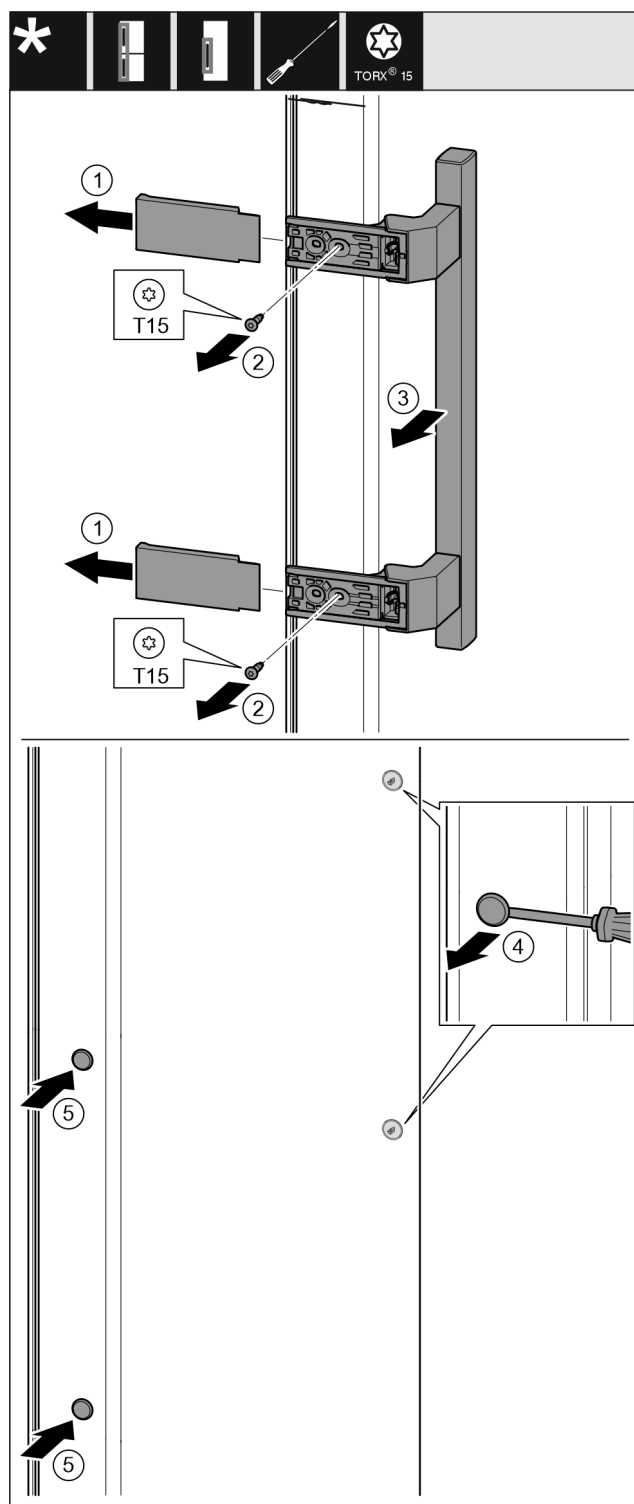

Fig. 39
- Rimuovere la copertura. Fig. 39 (1)
- Svitare le viti con il cacciavite T15. Fig. 39 (2)
- Rimuovere la maniglia. Fig. 39 (3)
- Con un cacciavite a testa a intaglio sollevare con cautela i tappi laterali ed estrarli. Fig. 39 (4)
- Inserire nuovamente i tappi sull'altro lato. Fig. 39 (5)